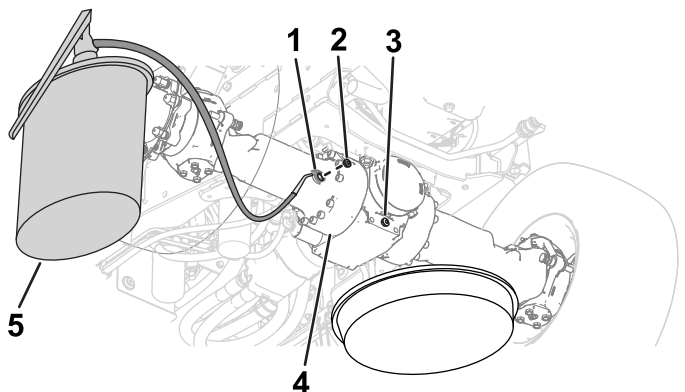
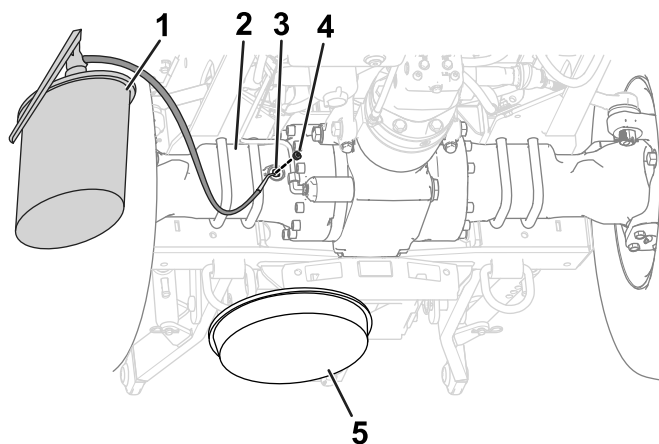

Figura 101
Figura 102
5. Instale los tapones de vaciado en los orificios de vaciado de los alojamientos de los diferenciales (Figura 101 y Figura 102).
6. Llene los ejes con el aceite especificado a través de la mirilla hasta que el aceite llegue a la rosca de la parte inferior del orificio (Figura 101 y Figura 102).
8. Instale los tapones de llenado en las mirillas de los alojamientos de los diferenciales de los ejes (Figura 101 y Figura 102).